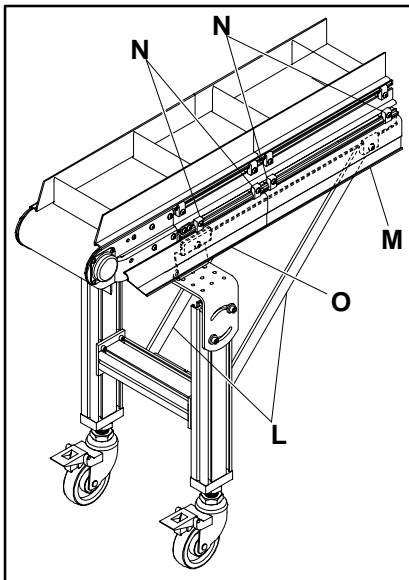
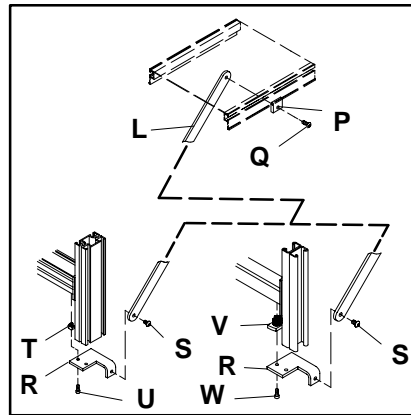
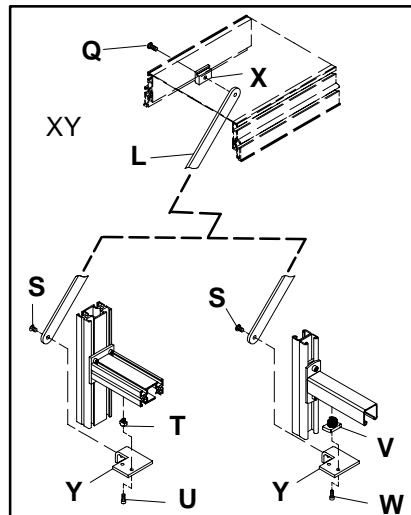

Figure 5: Pied en aluminium (avec roulettes et raidisseurs diagonaux) supportant un convoyeur à bande à taquets avec caches de protection de retour
Figure 6: Pied en aluminium (gauche) et pied en acier (droite) pour les convoyeurs série 2100 avec des raidisseurs diagonaux de liaison.
Figure 7: Pied en aluminium (gauche) et pied en acier (droite) pour les convoyeurs série 3100 avec des raidisseurs diagonaux de liaison
Dorner recommande de rajouter des raidisseurs diagonaux (L de la figure 5) au convoyeur en aluminium extrudé chaque fois que des vérins de réglage de hauteur sont utilisés. Fixez et bloquez l'extrémité supérieure de chaque raidisseur diagonal (L) à la rainure en T du convoyeur avec les clips appropriés pour la série 2100 (P de la figure 6) ou les clips pour la série 3100 (X de la figure 7) et la vis à tête arrondie M8-1.25 x 18 mm (Q). Sur l'extrémité inférieure, fixer le raidisseur diagonal (L) sur la plaque décallée soit à main droite (R figure 6) ou à main gauche (Y figure 7) avec les vis à tête arrondie M8-1.25 x 12 mm (S). Fixez et bloquez les plaques décallées, les unes où les autres, sur le profilé horizontal entre les pous à ressort (T) M6 et les vis à tête creuse M6-1.0 x 18 mm (U) pour les pieds en aluminium oueds en utilisant soit (les 2) écrou (les 2) écrous à ressort M6 (V) et les vis à tête creuse M6-1.0 x 25 mm (W) pour les pieds en acier.
Lorsqu'un convoyeur à bande à taquets est équipé avec des caches de protection de retour de bande, la section des caches (M de la figure 5) qui est au-dessus l'attache à l'ancrage du convoyeur doit être temporairement démonté afin d'avoir accès.
Lorsqu'un convoyeur à bande à taquets est équipé avec de caches de protection de retour de bande, la section des caches (O de la figure 5) qui est au-dessus du rouleau assemblé de retour de la bande doit être temporairement enlevé. Défaire les systèmes de fixation et tourner chaque brides de retenue (N) pour enlever les parties de cache de protection.